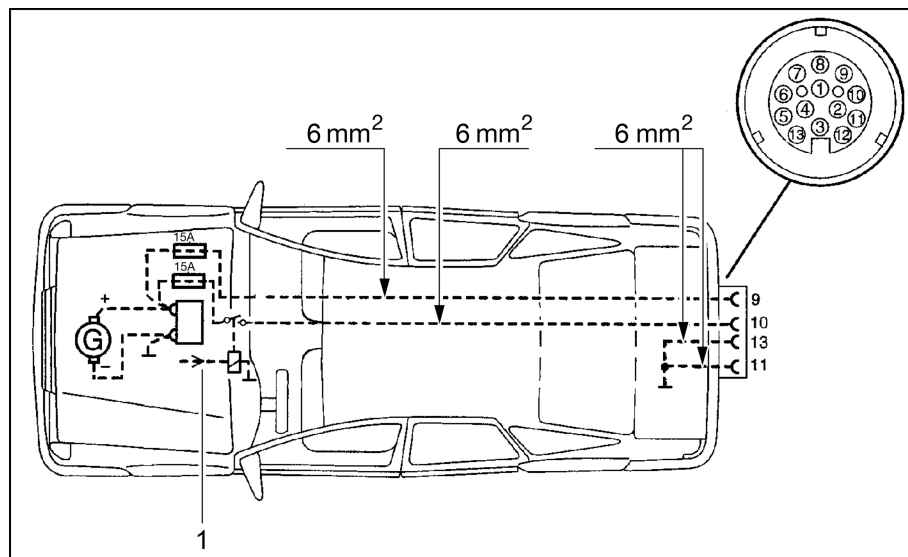

Bild 102 Dragfordoninstallationschema
- ▷ Installera rätt kabelarea och ett relä för strömförsörjningen (styrd av tändningslåset) i dragfordonet (se Bild 102).